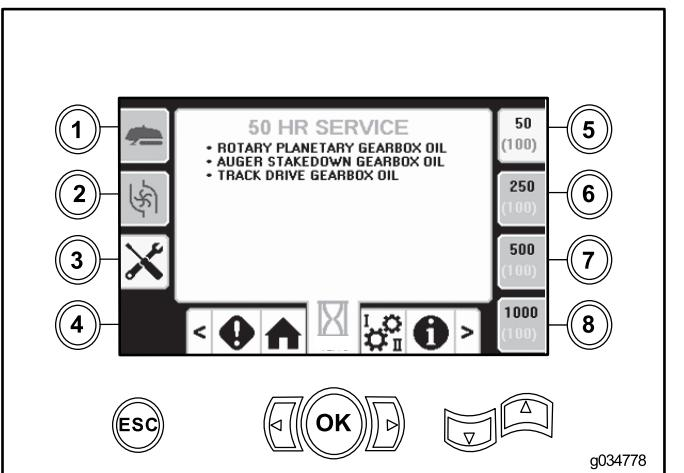

Bild 44
- Taste 5: 50 Stunden (Bild 44)